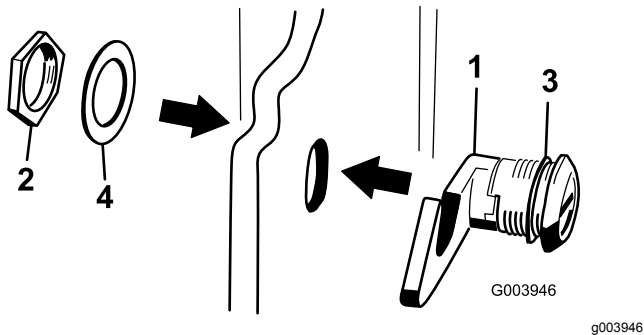

Figure 18
3. Retirez l'écrou du loquet du capot (Figure 18).